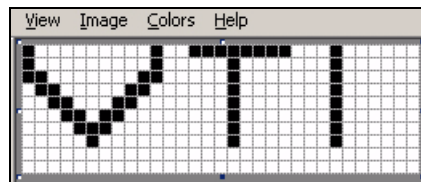

Figura 5-58: Logotipo criado com o Microsoft
- 5 Crie o logotipo desejado na página (veja Figura 5-58).